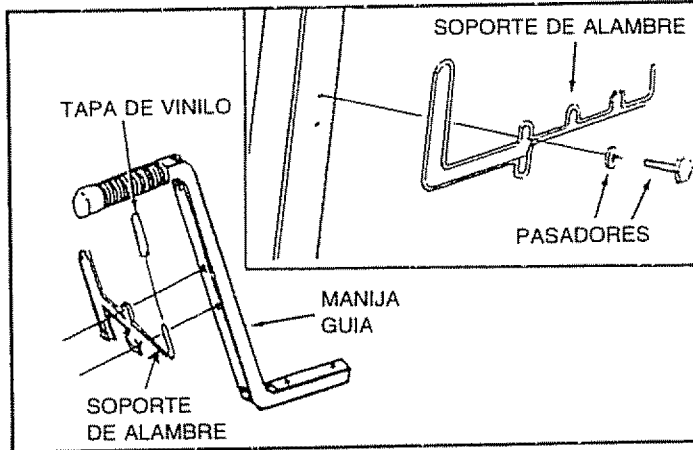

FIG. 3
- Una el soporte de alambre a la manija guía con los tornillo de auto enrosque #10 y las arandelas planas M6 (Fig. 3). El enrollador de la manguera debe estar a la izquierda y el sostenedor de la pistola a la derecha. Asegúrese que la curvatura del soporte está apuntando hacia arriba. Coloque la tapa de vinilo en el sostenedor de la pistola.